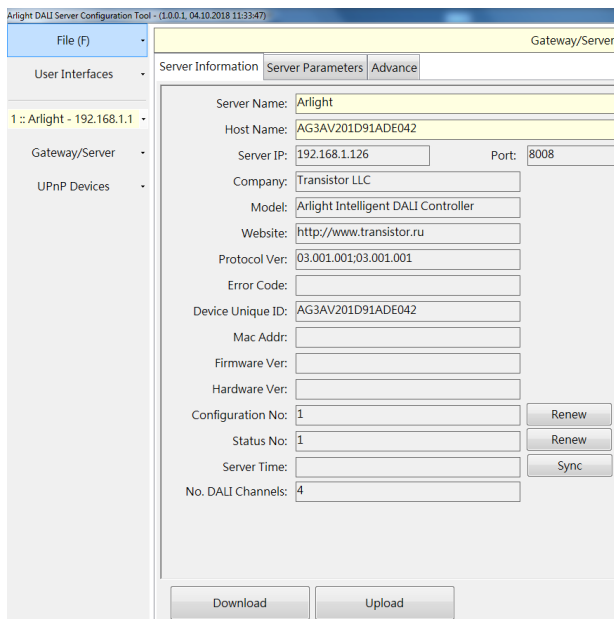

Рис. 5.
5. Для считывания информации из контроллера нажмите кнопку Download (Рис. 5). Для сохранения информации в контроллере после изменения нажмите кнопку Upload.